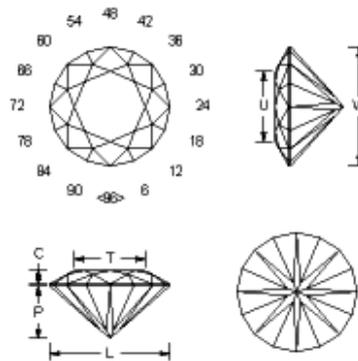

Bild Scale 4
- Ergebnis ist ein um 25% verkleinerter Stein mit den gleichen Umrissen (Proportionen) (Bild Scale 4)
Ausgangsposition ist der kleinere SRB im Bild Scale 4